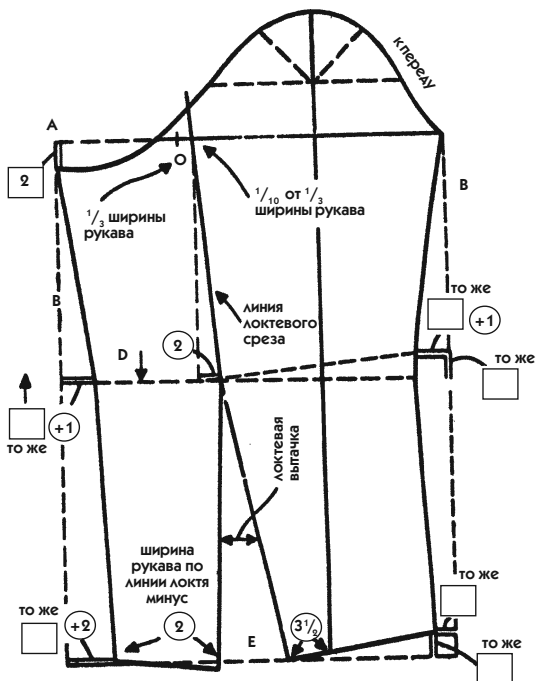

Рис. 198
достаточно внимательно рассмотреть чертеж 198, чтобы понять значение этой мерки: она повторяется на чертеже 6 раз (см. квадраты со словами «то же») иногда с прибавкой, заключенной в кружок. Именно с помощью этой мерки мы начертим нижнюю половинку рукава (на рис. 198 она располагается вдоль левой линии В).
**13. Черчение верхней половинки.** На рис. 198 она располагается вдоль правой линии В. Перенесите постоянную величину на верхнюю половинку, как показано на рис. 198, и проведите линию переднего среза. Обратите внимание, что линия изгибается выше уровня локтя на постоянную величину. Это необходимо, чтобы компенсировать укорочение внизу передней линии верхней половинки.
На рис. 198 мелкий пунктир показывает новый уровень локтя на верхней половинке рукава. Назовем эту линию D «линия локтя».
**14. Линия локтевого среза** (см. на рис. 198, 199) означает шов на рукаве, делящий его на 2 продольные неравнозначные части. Линия начинается от уровня ширины спинки, проходит через наиболее выступающую точку локтя и заканчивается у запястья в направлении мизинца.
- Измерьте, на каком расстоянии от линии C (долевая нить) находится эта точка. Вычтите из этой величины 2 см и отмерьте вновь полученное расстояние по линии D, начиная от линии C (цифра 2 в кружке на рис. 198).
15. **Черчение низа рукава и локтевой вытачки.** На нашем примере (рис. 198) ширина рукава внизу рассчитана, как для классического рукава (для узкого рукава расчет будет произведен в дальнейшем).
- Соедините полученную точку с линией локтя линией и продолжите ее вниз, уравнивая оба локтевых среза (на рис. 198 эта линия переходит за линию Е).
- Проведите линию низа рукава, как показано на рис. 198.